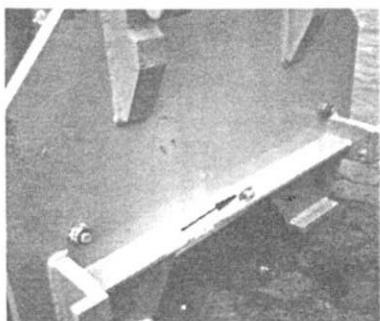

Bild 39
- (1) Anschlagschraube an der Wechselplatte auf festen Sitz kontrollieren (Bild 39/ Pfeil).
Die Anschlagschraube (Bild 39/Pfeil) muß den Schaltzapfen des E-Schalters so weit eindrücken, daß der Schaltpunkt erreicht ist. Den Leerweg des E-Schalters nicht überschreiten, da sonst der E-Schalter zerstört wird.
- (1) Check that contact screw at the quick change device is tight (fig. 39/arrow).
The contact screw (fig. 39/ arrow) has to press the indexing bolt of the E-switch deeply enough so that the switch point is reached. Don't exceed the free-play of the E-switch, otherwise the E-switch will be destroyed.
- (1) Vérifier le bon serrage de la vis de butée dans le panneau de support de changement (fig. 39/flèche).
La vis de butée (fig. 39/ flèche) doit enfoncez le doigt de cde. de l'interrupteur électrique suffisamment pour l'enclencher. Ne pas dépasser la course à vide de l'interrupteur, ce qui risque de le détruire.